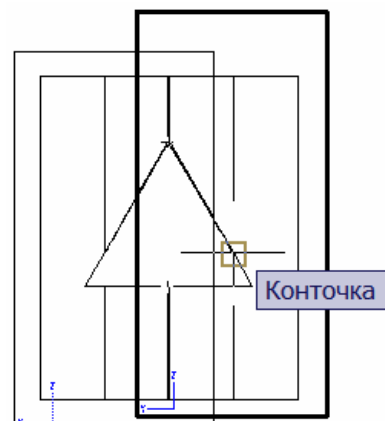

Рис. 5.28
c) на запрос первой точки режущей плоскости щёлкнуть с помощью привязки **Конточка (Endpoint)** точку на ребре в вырезе на видовом экране фронтального разреза (рис. 5.28);